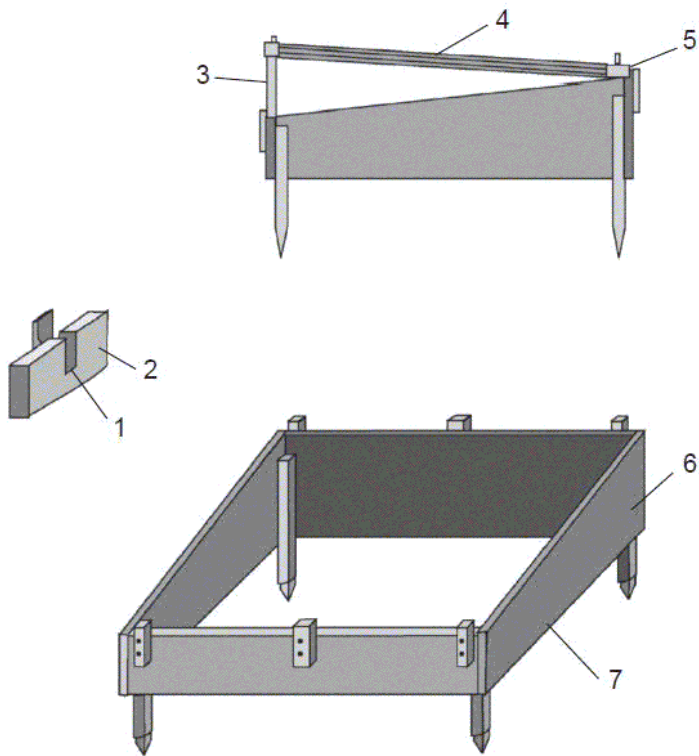

Рис. 5. Проект постройки парника:
**Односкатный пленочный парник.** Парник (рис. 5) располагают с запада на восток. Для парника готовят котлован глубиной 0,5–0,6 м. В углах котлована и посередине длинных сторон вкапывают столбы, к которым прибивают борта. Стенки парника можно изготовить из дерева, бетона, асбестоцемента или других имеющихся материалов. Размер каркаса определяется раз мерами парниковых рам. Пригодны